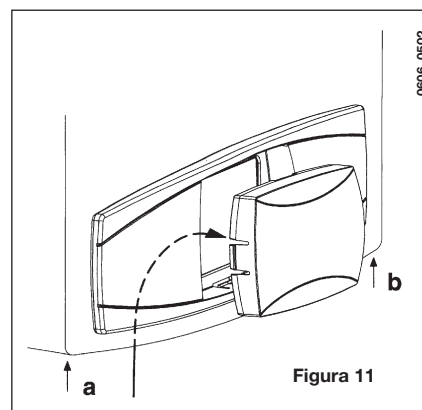

Figura 11
1. Afloje los dos tornillos (a-b figura 11) que fijan el revestimiento en la caldera;
2. Levante ligeramente el revestimiento y empuje con la mano la tapa del panel frontal hacia afuera (figura 11);
4. Cierre el revestimiento fijándolo con los tornillos en la caldera (figura 11).